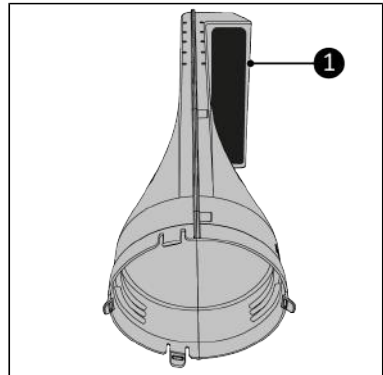

Abbildung 147.
3. Platzieren Sie den Way-out vor sich. Stellen Sie sicher, dass die runde Öffnung zu Ihnen zeigt (Abbildung 147).
4. Stellen Sie sicher, dass der Luftauslass (Abbildung 147, Pos. 1) nach rechts zeigt.